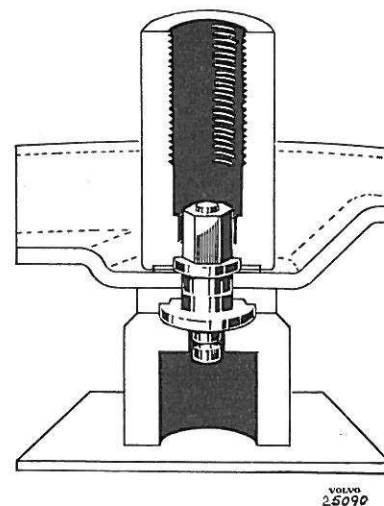

Fig. 24. Pression.
3. Retournez l'outil et le centrez sur le boulon. Veillez également à ce que l'outil et le boulon soient en ligne. Enfoncez l'outil vers le bas, voir Fig. 24. Arrêtez la pression d'appui à une valeur maximale de pression de 8 tonnes. Tournez l'outil et s'assurez que le boulon ne se laisse pas entraîner trop facilement. Si tel en est le cas, pressez quelque peu sur l'outil.